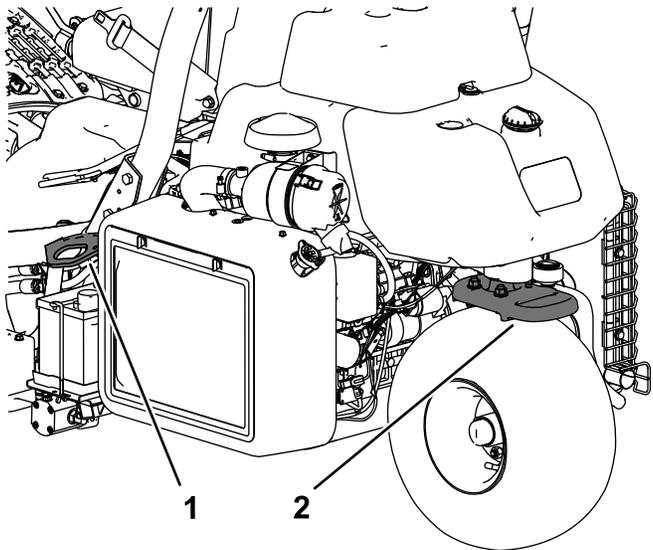

图 30
- 用箍带、链条、缆绳或绳索将机器固定牢靠。前后箍带都应从机器的下方向外伸出图 30。